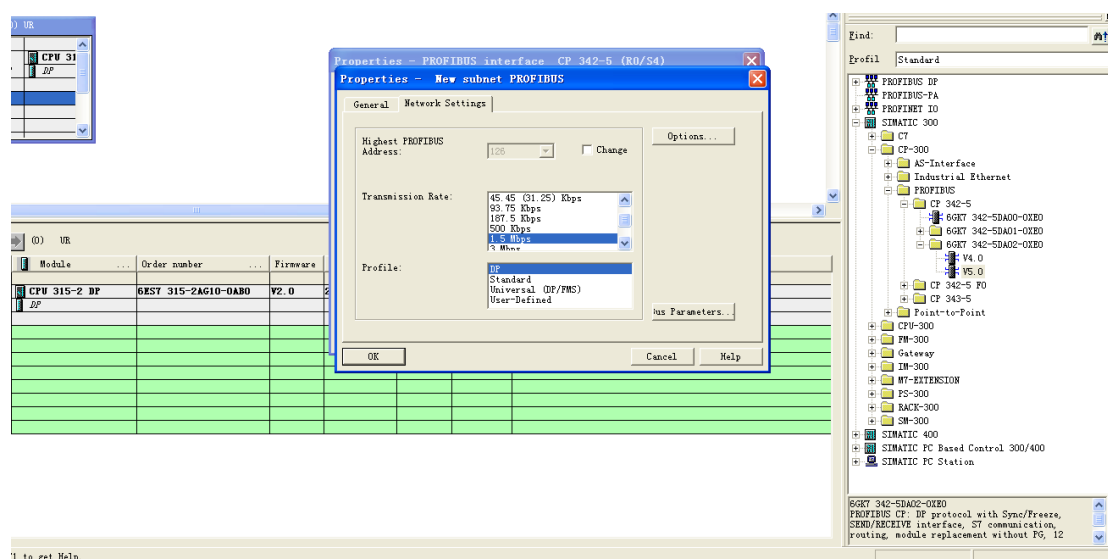
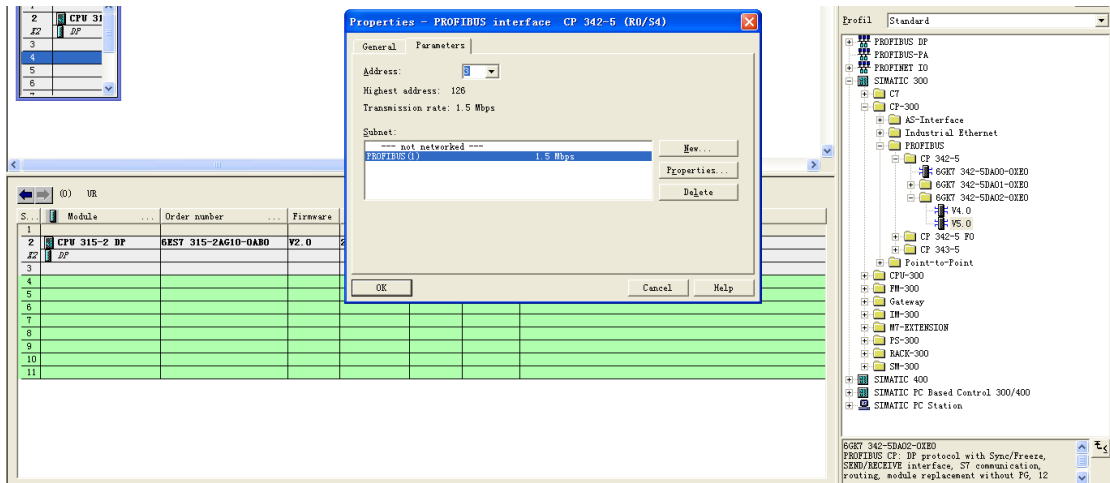

图 1
图 2
4. 在插入 CP342-5 的过程中，会弹出一个 PROFIBUS 属性窗口，请点击“New...”按钮，创建一个 PROFIBUS 网络，并设定 CP342-5 的站地址为 3，在“Network Settings”标签页下选择相应的波特率和总线。如图 1 和图 2 所示。